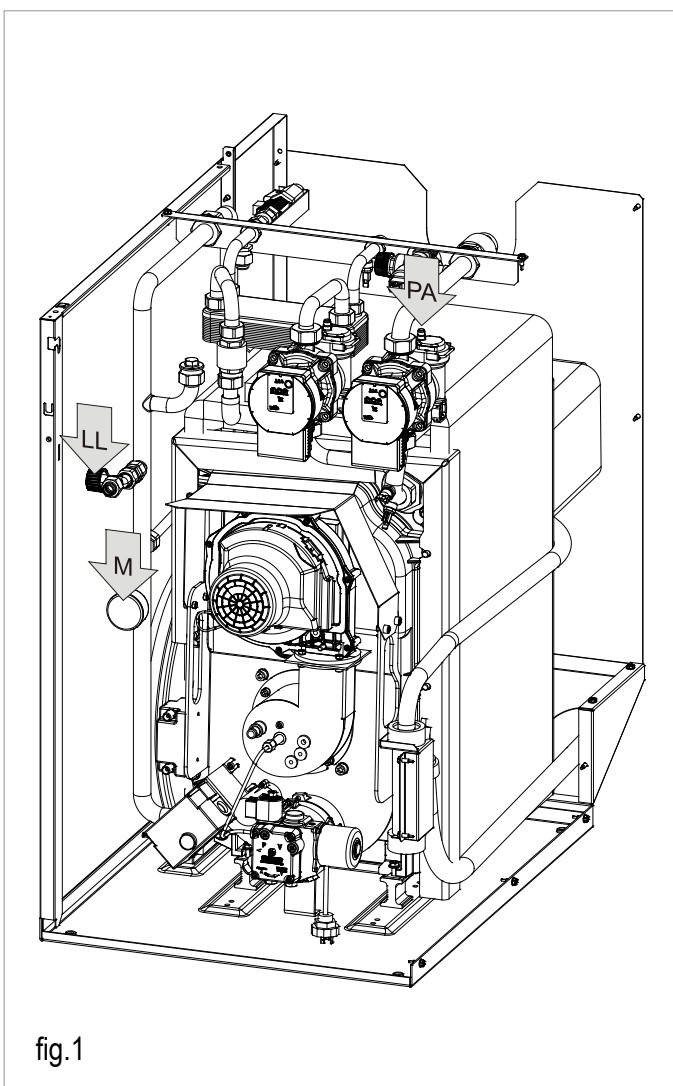

fig.1
- Abrir la llave de llenado 'LL' (fig.1) para permitir la entrada de agua al circuito. El llenado debe realizarse lentamente con el fin de facilitar la eliminación del aire contenido en el aparato y en la instalación.
- Abrir los purgadores de la caldera 'PA' (fig.1) y de la instalación y controlar el proceso de eliminación del aire. Cuando comience a salir agua cerrar los purgadores de los radiadores.
alcanzado un valor aproximado de presión de 1-1,5 bar. La presión se visualiza en el manómetro 'M' (fig.1).